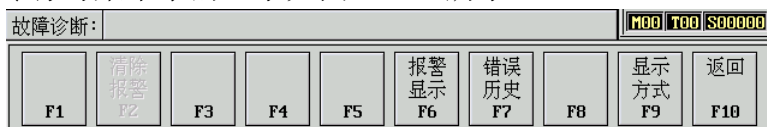
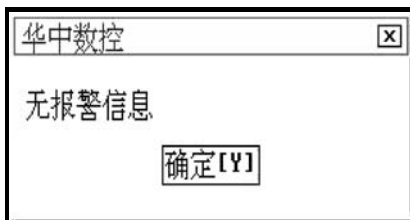

图 10.0.1 故障诊断子菜单
图 10.1.1 提示无报警信息
在图 1.3.1 所示的软件操作界面下，按 **F6** 键进入故障诊断功能，命令行与菜单条的显示如图 10.0.1 所示。
- (1) 在故障诊断子菜单下（图 10.0.1），按 **F6** 键，如果没有报警信息显示将弹出如图 10.1.1 所示对话框；
- (1) 在故障诊断子菜单下（图 10.0.1），按 **F7** 键，图形显示窗口将显示系统以前的错误；
- (2) 用 **▲**、**▼**、**Pgup**，**Pgdn** 查看错误历史。